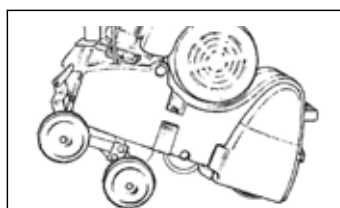

Figure 3
1. Avec le mécanisme du chariot en place comme décrit ci-dessus, inclinez la machine en soulevant la poignée de l'opérateur pour soulever l'arrière de la machine du sol jusqu'à ce que le chariot bascule sous la machine. (voir Figure 3)